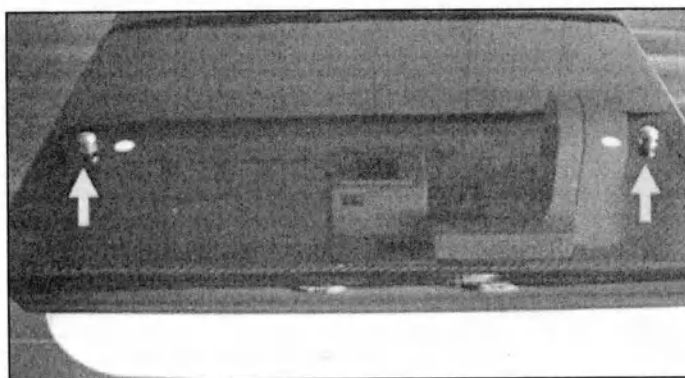

Рисунок 2.5.33
- Нажмите на защелки на зажимах упора для ног и поместите упор для ног на штыри на деке стола (указанные на рис. 2.5.33) соблюдая осторожность, чтобы не поцарапать стол;